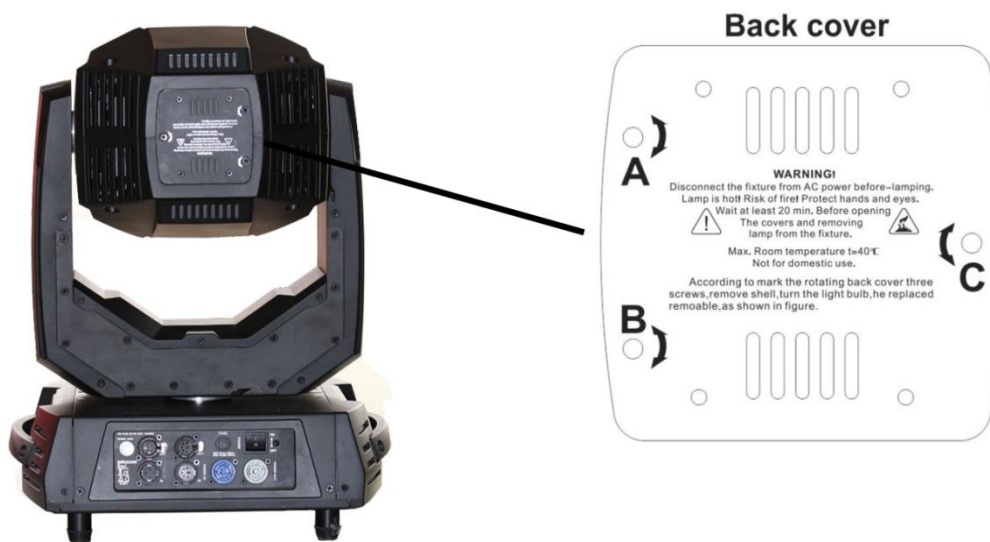

Figura 1 – Cubierta trasera
- Use un destornillador y quite los tornillos (A-B-C) para abrir la cubierta trasera del proyector. (Figura. 1)